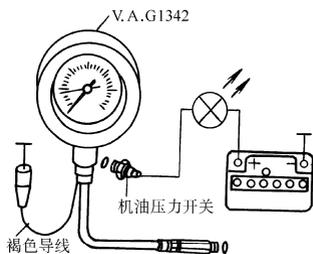

图 2-114 拧上机油压力检测仪
- 2) 如图 2-114 所示, 拧下机油压力开关, 拧上机油压力检测仪。
3) 将机油压力开关拧入 V. A. G1342 (图 2-114)。
4) 测试仪褐色导线 (图 2-114) 接地 (-)。
2) 拧下机油压力开关, 并拧上 V. A. G1342 (图 2-114)。
3) 将机油压力开关 (图 2-114) 拧到 V. A. G1342 上。